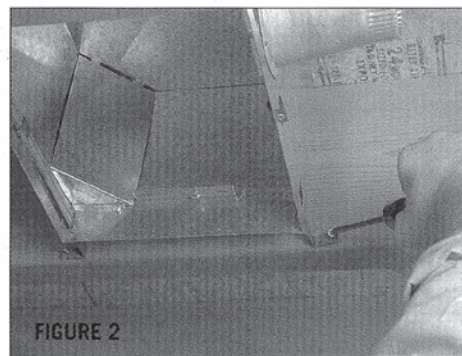

FIGURE 2
2. Insert adjustable hanger bars through slots in housing. Position housing between joists so it will not extend below the finished ceiling. The outer edge of the housing should be recessed 1/8" to 1/4" from the finished ceiling. Extend hanger bars and attach securely to joists with nails or screws. Housing can easily be adjusted right or left if necessary. (Fig. 2)
3. Remove screw that holds electrical box cover. (Fig. 2)
2. Introduzca las barras ajustables de colgar a través de las muescas en el bastidor. Coloque el bastidor las vigas de manera que no se extienda por debajo del techo terminado. La orilla exterior del bastidor debe estar colocada de 1/8" a 1/4" dentro del techo acabado. Extienda las barras de colgar y fije bien a las vigas con clavos o tornillos. Si es necesario, el bastidor puede fácilmente ser ajustado hacia la derecha o izquierda. (Fig. 2)
2. Insérer les cintres ajustables dans les fentes de l'enveloppe. Positionner l'enveloppe entre les solives, de façon à ce qu'elle ne dépasse pas les dessous du plafond fini. Le rebord extérieur de l'enveloppe devrait être en retrait de 1/8 à 1/4 po. par rapport au plafond fini. Étendre les cintres et les fixer solidement aux solives au moyen de clous ou de vis. On peut facilement ajuster l'enveloppe à droite ou à gauche si nécessaire. (Fig. 2)